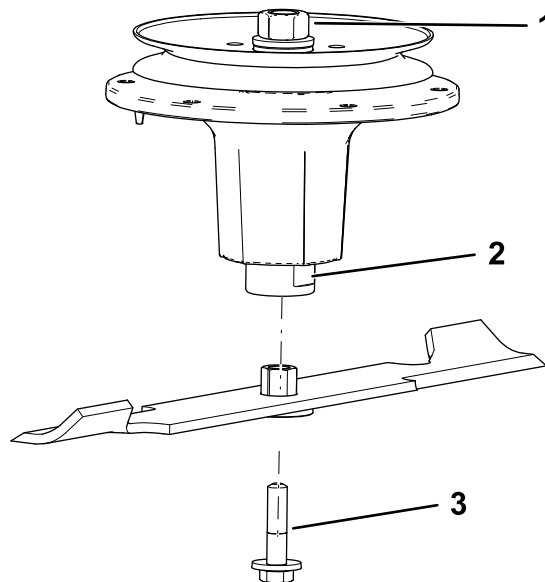

Figura 79
- Instale el conjunto de casquillo/cuchilla en el eje (Figura 79).